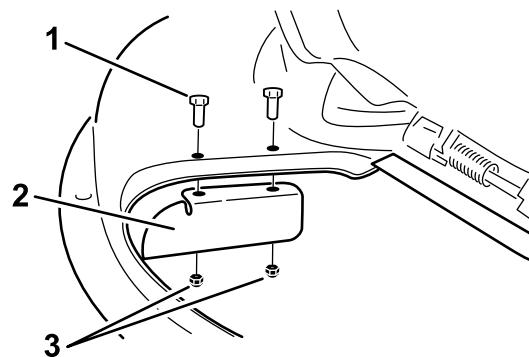

Bild 18
9. Befestigen Sie das Versatzablenkblech am Mähwerk (Bild 18).
3. Entfernen Sie das Versatzablenklech vom Mähwerk (Bild 18).